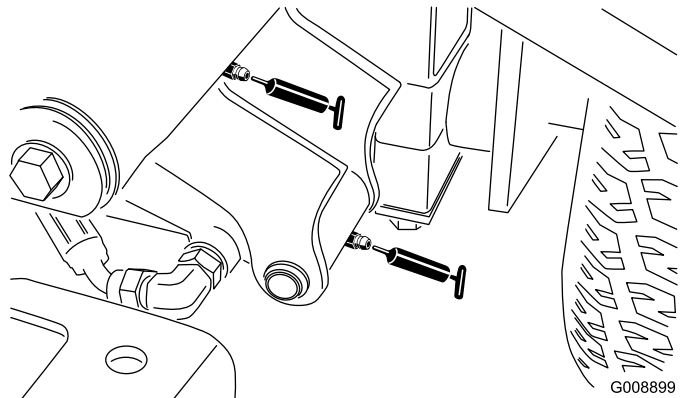

Bild 52
- Linke vordere Hubarm-Drehbüchsen und Hubzylinder (2) (Bild 52)